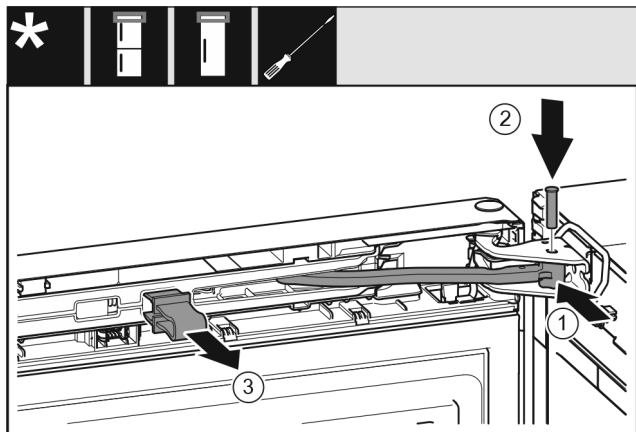

Fig. 72
- ▶ Otočte kloub Fig. 72 (1) ve stojanu ložiska.
- ▶ Vložte čep Fig. 72 (2) do stojanu ložiska a kloubu. Přitom dávejte pozor, aby byla zajišťovací vačka správně usazena v drážce.
- ▶ Pojistku Fig. 72 (3) vytáhněte.